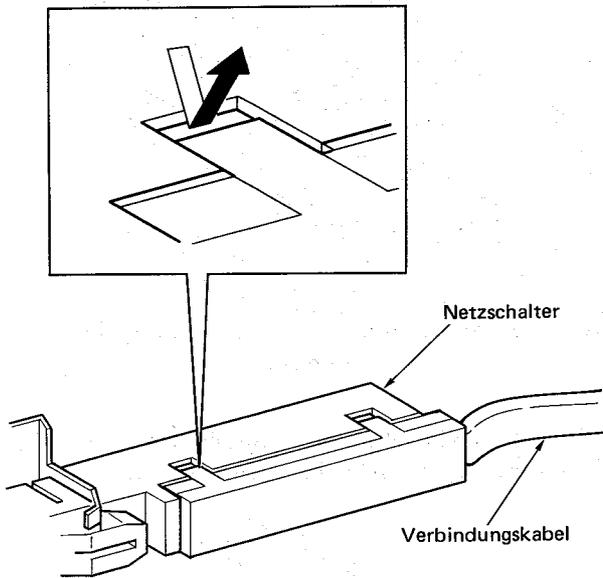

Abb. 5
5) Verbindungskabel am Netzschalter gemäß Abbildung 5 auftrennen.